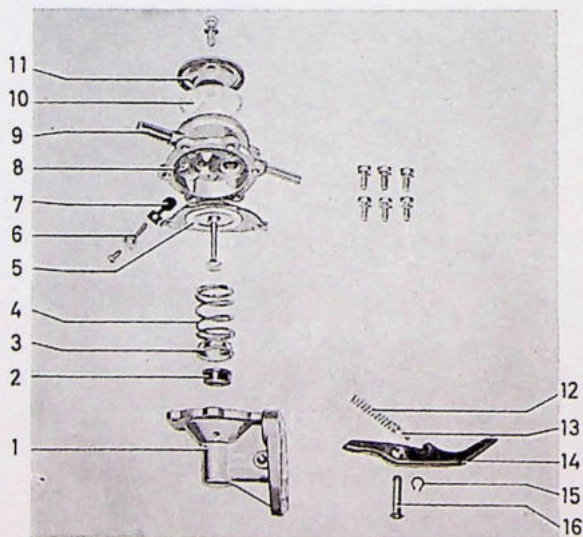

Fig. 2-96. Benzinepomp, type I
2. Verwijder de borgveer (15, Fig. 2-96) van de as (16) van de hefboom. Drijf de as eruit. Trek de hefboom (14) en de veer (12) eruit.
3. Verwijder het membraan (5) met veer (4), de geleider (3) en de rubber afdichting (2). De veer kan verwijderd worden, nadat de rubber ring uit de nylon ring is geschoven.
4. Maak de schroef aan de onderkant van het bovenste gedeelte los, verwijder de aanslag (6) en de verende klep (7). De inlaatklep kan niet verwijderd worden.
2. Monteer de veer (4, Fig. 2-96) en de geleider (3), schuif de rubber afdichting (2) erop met de flenskant naar de geleider toe.
4. Druk het membraan naar beneden, schuif de hefboom (4) naar binnen en zorg ervoor dat de hefboom op de juiste plaats van de membraanstang zit. Monteer de as (16) van de hefboom, de borgveer (15), de veerhouder (13) en de veer (12).